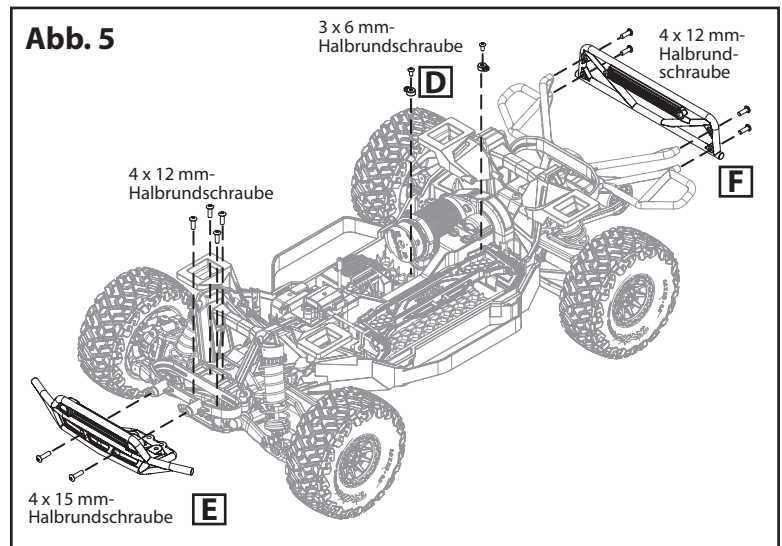

Abb. 5
3. Installieren Sie die beiden mitgelieferten Kabelhalterungen (D) mit den mitgelieferten 3 x 6 mm-Halbrundkopfschrauben (2) an den in Abb. 5 gezeigten Stellen am Chassis.
4. Installieren Sie den neuen vorderen Stoßfänger mit LED-Lichtleiste (D) mit den 4 x 12 mm- Halbrundkopfschrauben (4) und 4 x 15 mm-Halbrundkopfschrauben (2), die Sie im Schritt 1 ausgebaut haben (Abb. 5).
6. Installieren Sie den neuen hinteren Stoßfänger mit LED-Lichtleiste (F) mit den 4 x 12 mm- Halbrundkopfschrauben (4), die Sie im Schritt 2 ausgebaut haben (Abb. 5).